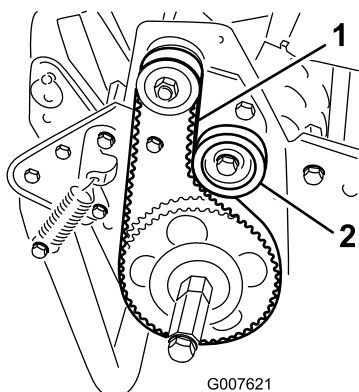

Рисунок 39
2. Проверьте натяжение, приложив к ремню посередине между шкивами (Рисунок 39) усилие 18–22 Н.
А. Ослабьте крепежную гайку натяжного ролика и поджимайте натяжной ролик по часовой стрелке к обратной стороне ремня, пока не будет достигнуто требуемое натяжение ремня (Рисунок 39).